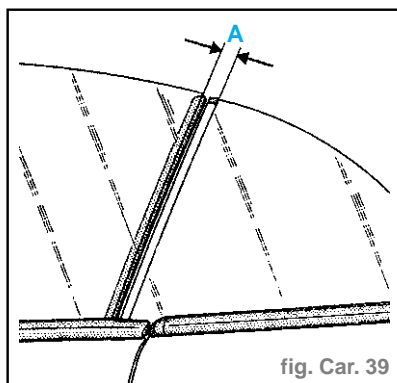

fig. Car. 39
- Positionner la vitre de custode à une distance **A = 20 mm** entre la vitre de porte et le rail de maintien du joint d'étanchéité. (fig. Car. 39)